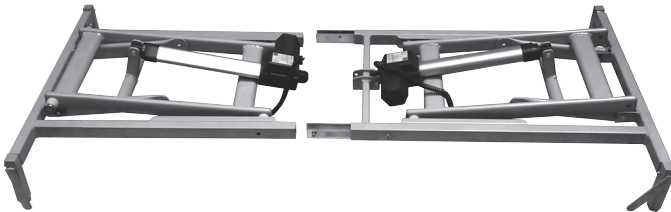

Abb. 1
2. Die beiden Teile des Untergestells frei hinstellen (Abb. 1).